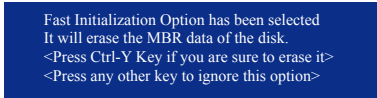

图2
6. 接着出现以下信息时,按<Ctrl>+<Y>键选择清除主开机记录,或是按其他键忽略此选项。接下来将出现如图2的画面。